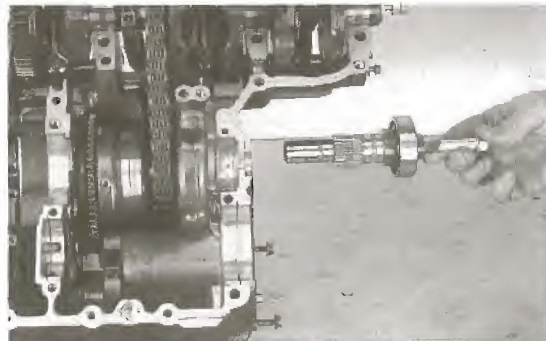

Bild 144
- Schraube 10 mm x 1,25 (japanisches Feingewinde, z.B. Motorhalterungsschraube) in Welle des Starterfreilaufs eindrehen und Welle nach Ziehhammerprinzip herausziehen (Bild 144).
● Freilauf in Kette einfädeln, in Gehäuse einsetzen und Welle einschieben (Bild 144).